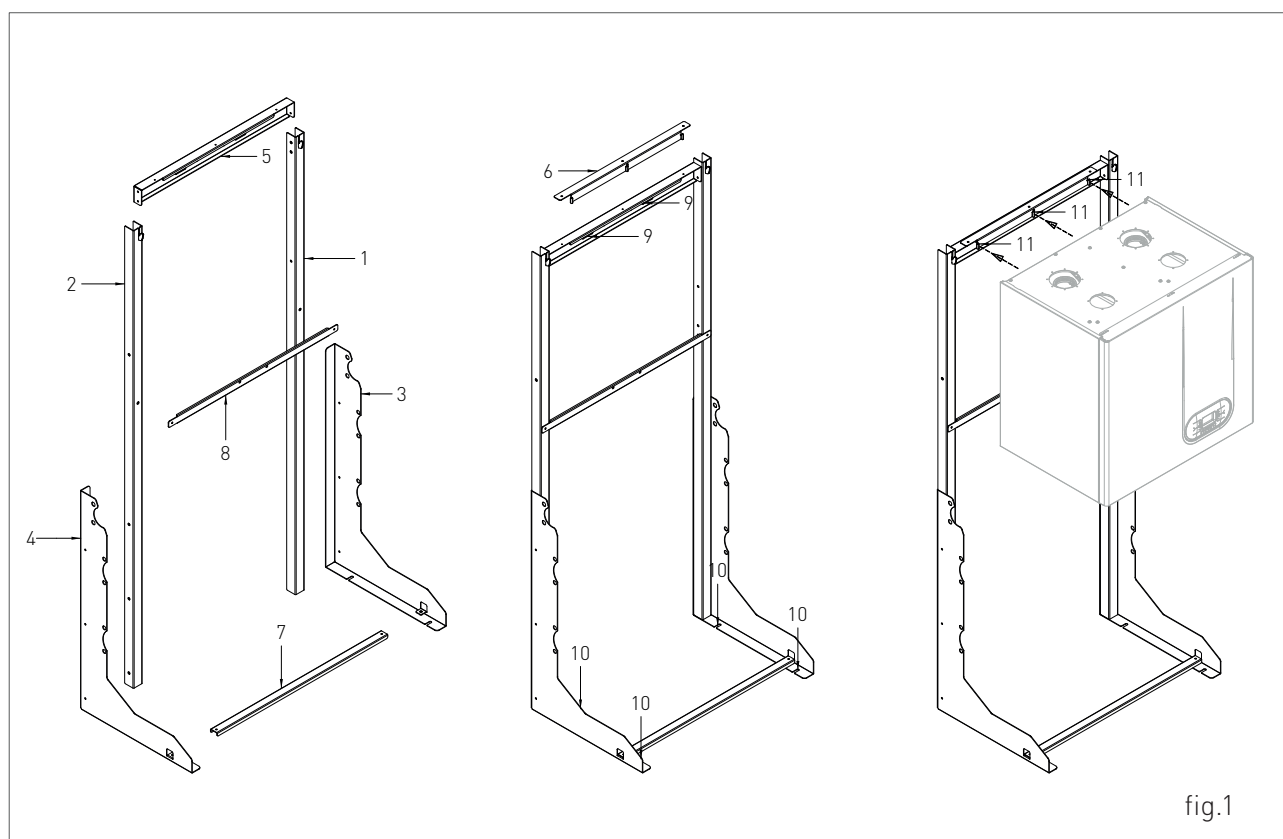

fig.1
2. assemblare i profilati laterali 3 e 4 sui montanti 1 e 2 (fig.1);